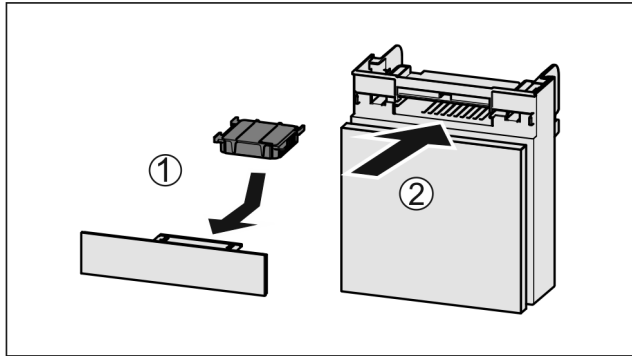

Fig. 116
- Aktif karbon filtresini şekildeki gibi yerleştirin Fig. 116 (1).
- Aktif karbon filtresi yerine oturur. Aktif karbon filtresi aşağı doğru bakıyorsa: Rafı içeri itin Fig. 116 (2).